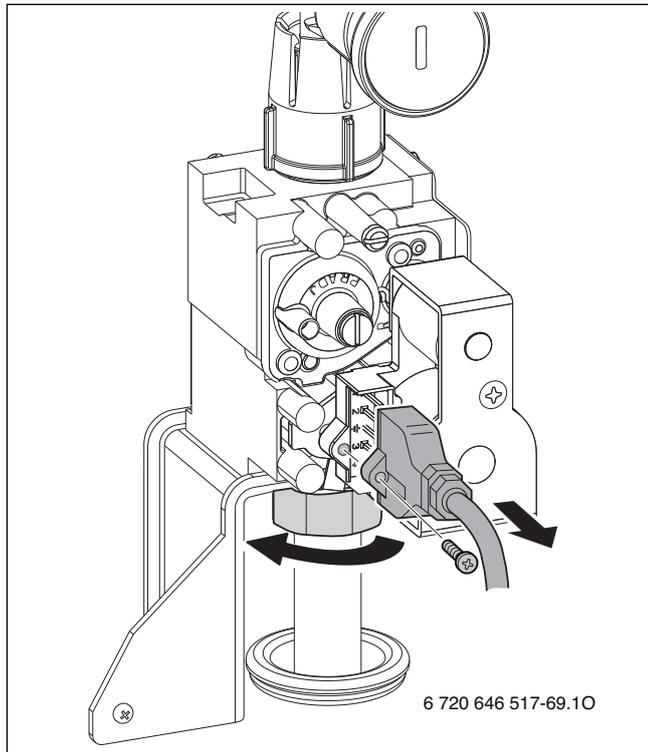

Bild 117
- ▶ Schraube entfernen (→ Bild 117).